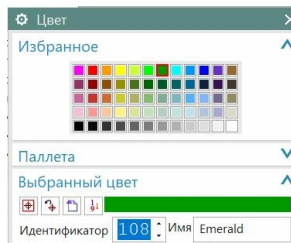
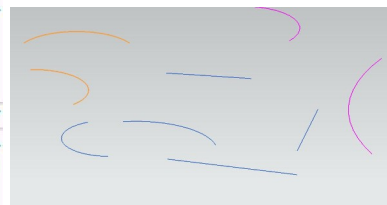

рис.45
рис.46
- Затем на том же рисунке 43 мы выбираем команду *Фильтр по цвету* (рис.45). Там указываем цвет *зеленый*. И по нажатию клавиш **CTRL+A** система из всех примитивов выделит желтым цветом только *зеленые дуги* (рис.46).